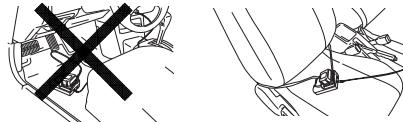

Fig. 15
NOMES DOS COMPONENTES (Fig. 1 – Fig. 15)
- Coloque o carregador da bateria em posição no carro. Utilize a alça fornecida com o carregador da bateria para apertar o carregador da bateria na posição e evitar que se mova inadvertidamente. (Consulte a Fig. 15)